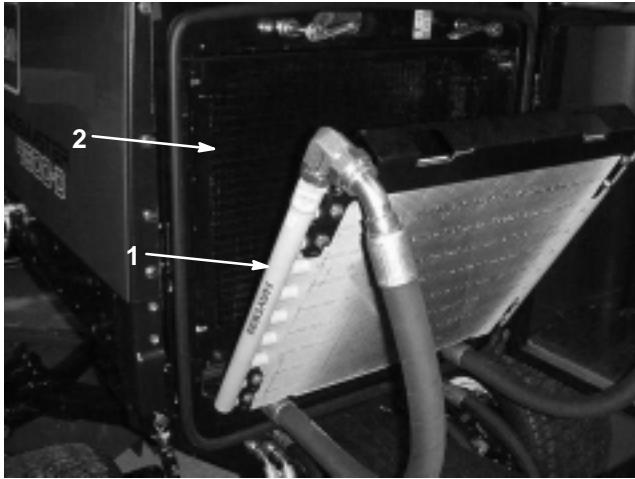

Figure 38
- Basculez le refroidisseur d'huile en arrière. Nettoyez soigneusement les deux côtés du refroidisseur et du radiateur (Fig. 38) à l'air comprimé.